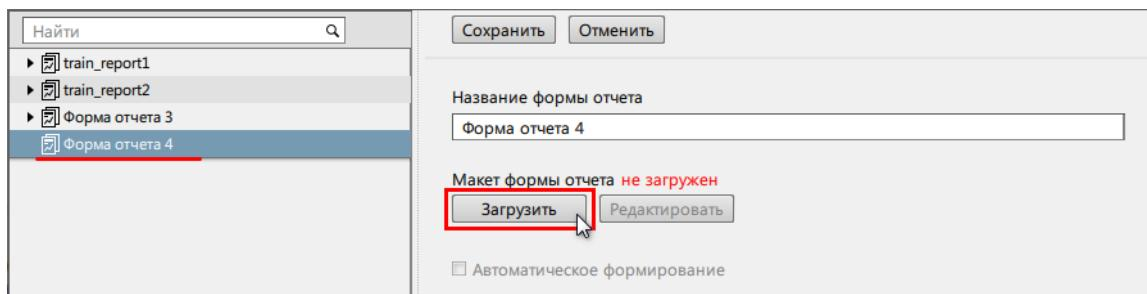

Рисунок 134 - Загрузить макет формы отчета
6. Загрузите макет формы отчета (Рисунок 134).